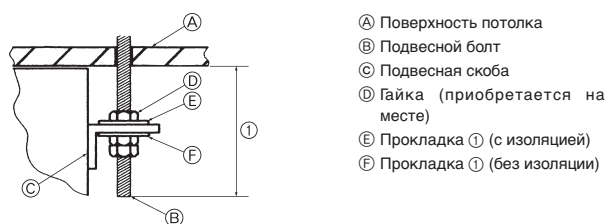

Fig. 3-5
4) Подготовка внутреннего прибора (Fig. 3-5)